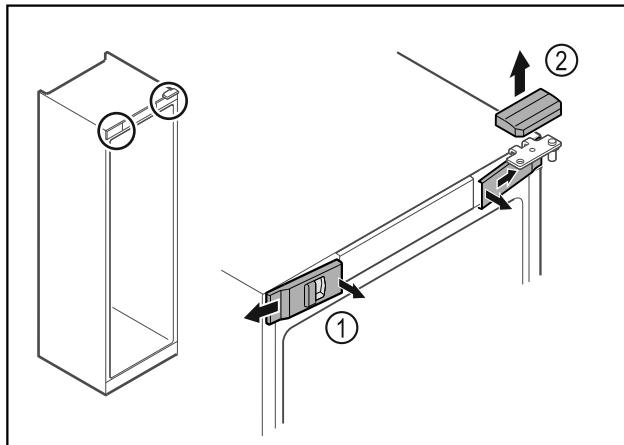

Fig. 14
- Передние крышки Fig. 14 (1) освободите от фиксации с внутренней стороны и отведите в сторону.
- Движением вверх снимите верхнюю крышку Fig. 14 (2).